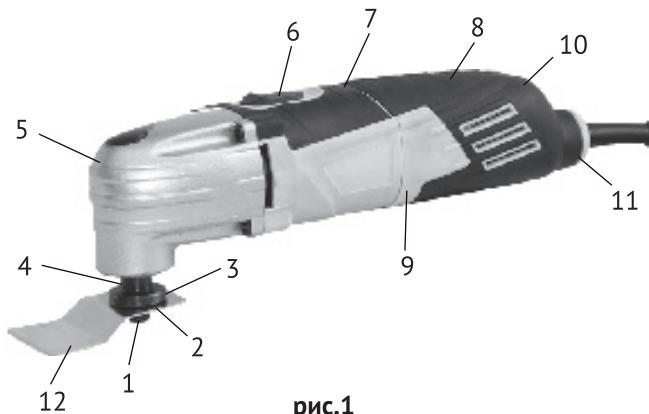

рис.1
1.3 МФИ – инструмент, работающий по осцилляционной технологии. Машина преобразует вращательное движение электродвигателя в высокочастотное колебание рабочего инструмента с небольшой амплитудой. МФИ состоит из коллекторного двигателя в пластиковом корпусе (рис.1 поз.7, 8, 9) и редуктора, расположенного в металлическом корпусе (рис.1 поз.5). Крутящий момент с якоря электродвигателя в редукторе, специальным подшипником и вилкой, преобразуется в возвратно-
поступательное (колебательное) перемещение шпинделя (рис.1 поз.4), расположенного под углом 90° к оси двигателя. Между внутренним (рис.1 поз.3) и наружным (рис.1 поз.2) фланцами шпинделя, винтом M6x12, крепится рабочий инструмент (насадка для определённого вида работы). При шлифовальных (полировальных) работах, на шпиндель приворачивается дельтовидная шлифподошва. На подошву, при помощи липучки крепится шлифовальный (полировальный) лист.
1.4 Инструмент имеет так называемую компоновку «хват рукой», при котором МФИ надёжно удерживается одной рукой за корпус, покрытый противоскользящими накладками. Ползунок выключателя (рис.1 поз.6) расположен сверху на корпусе двигателя, смешён вперёд, к редуктору.
1.5 В торцевой части корпуса МФИ, расположен диск регулятора частоты колебаний шпинделя (рис.1 поз.10).
- шестигранным ключом (входит в комплект поставки) отвернуть винт (рис.1 поз.1) и снять наружный фланец (рис.1 поз2);
- перевести ползунок выключателя (рис.1 поз.6) вперёд до фиксации в положении «включено»;
3.2 Для замены щёток необходимо снять крышки корпуса (рис.1 поз.8 и 9). Щётки следует заменять парой для обеспечения равной степени их давления на коллектор якоря.